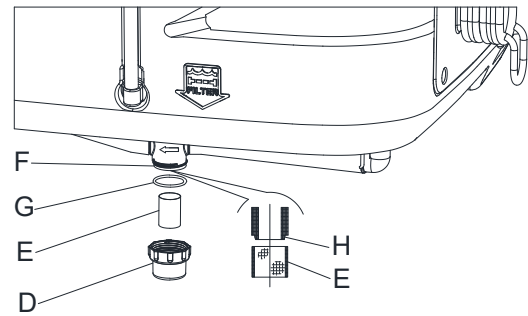

Figura 14
4. Quite la tapa (D, Figura 14), luego quite la rejilla filtrante (E). Limpíarlas y montarlas en el soporte (F).